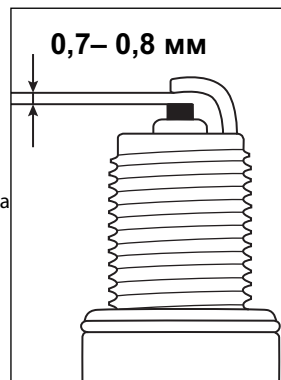

рис. 19
6. Проверьте величину зазора между заземляющим и центральным электродами, используя специальный щуп. При необходимости установите зазор 0,7-0,8 мм (рис. 19).